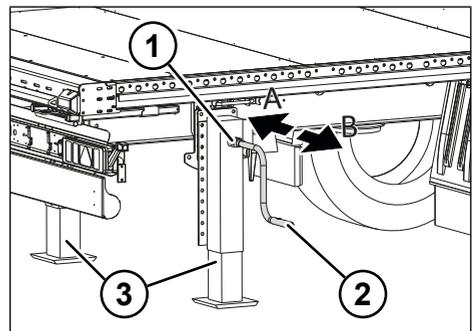

Fig. 5-6: Marcia lenta e marcia rapida del supporto posteriore
- ▶ Inserire la marcia rapida estraendo la manovella (vedere "Fig. 5-6: Marcia lenta e marcia rapida del supporto posteriore", p. 31).
- ▶ Inserire la marcia lenta premendo verso l'interno la manovella (vedere "Fig. 5-6: Marcia lenta e marcia rapida del supporto posteriore", p. 31).